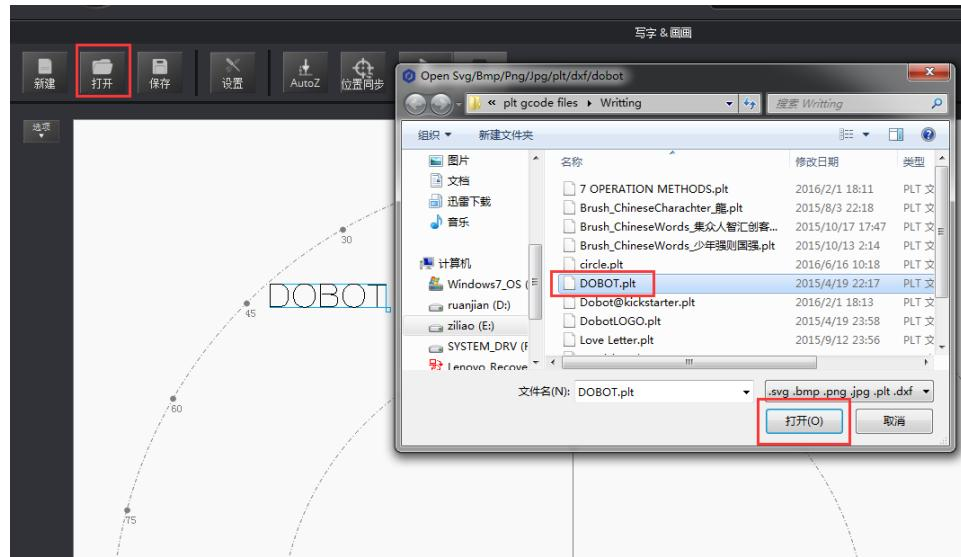

图 5.47 打开制作的PLT或SVG文件
- 在“写字&画画”页面单击“打开”，在系统自带的文件路径“安装目录\DOBOT\config\prefab\system\source”导入PLT或SVG文件。如图 5.47 所示。您也可以自行制作PLT或SVG文件来导入DobotStudio软件。